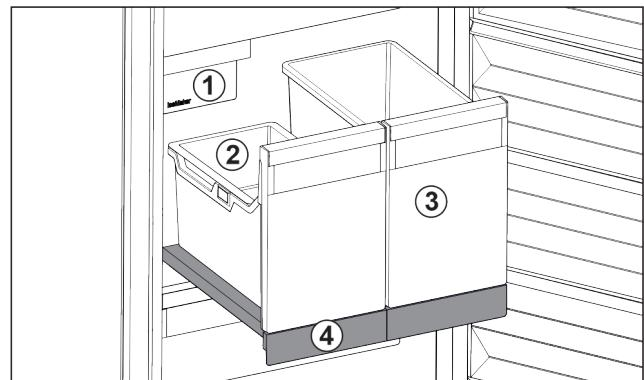

Fig. 98 Auszugsbord mit IceTower
Auf dem Auszugsbord sind zwei hohe Behälter (IceTower). Im Behälter Fig. 98 (2) werden Eiszylinder aus dem IceMaker gesammelt und gelagert. Behälter Fig. 98 (3) eignet sich für die Lagerung von hohen Lebensmitteln wie Pizzen oder alkoholischen Getränken.